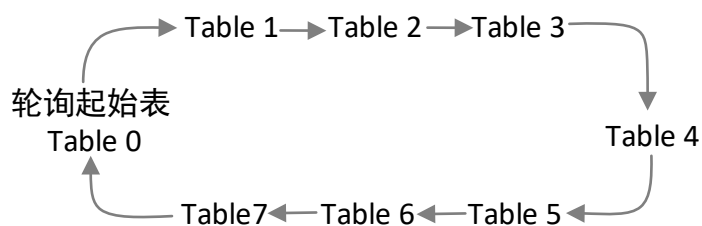

图7-42 默认轮询顺序
1. 在 *LSC Table Selector* 参数下拉选择 LSC 轮询需要使用的参数表，可选择 *Table 0~Table 7* 八张表，请根据实际需求为准。使用八张表时，八张表的默认轮询顺序如图 7-42 所示。